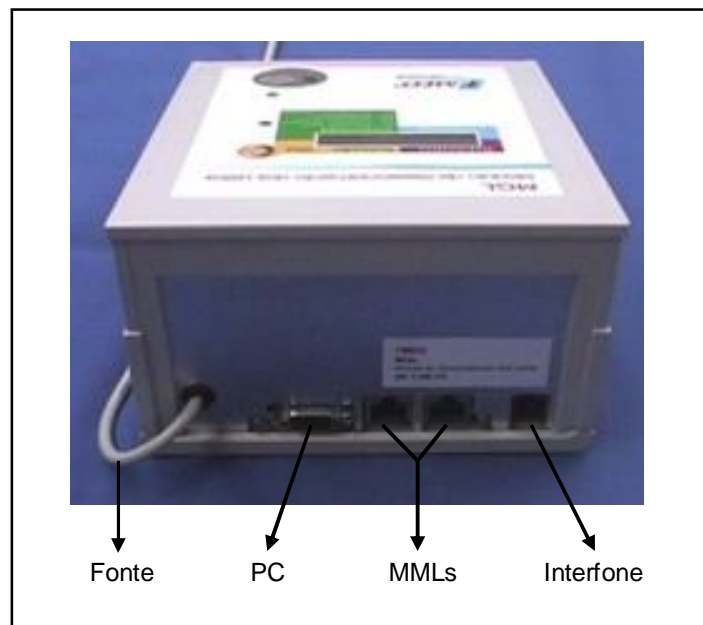

Figura 10 – Instalando o MGL
- b. Localize o cabo de comunicação serial. Conecte a extremidade contendo um conector DB-9 macho ao receptáculo correspondente localizado no painel posterior do MGL. Veja a **Figura 10** abaixo.
- d. Conecte o interfone ao MGL. Veja a **Figura 10** abaixo.
- e. No painel posterior do MGL encontram-se dois soquetes RJ-45 para conexão com o(s) cabo(s) de dados que formam a rede RS-485. Veja a **Figura 10** abaixo. Observe que: